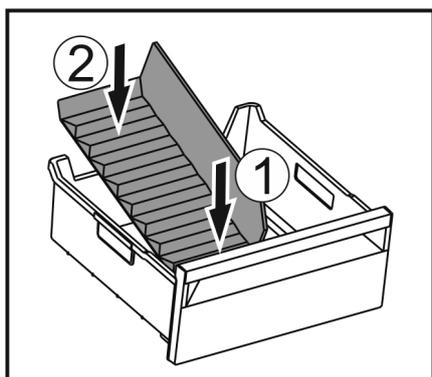

Fig. 49
- Inserire dapprima il divisore davanti Fig. 49 (1).
- Abbassare la parte posteriore Fig. 49 (2).